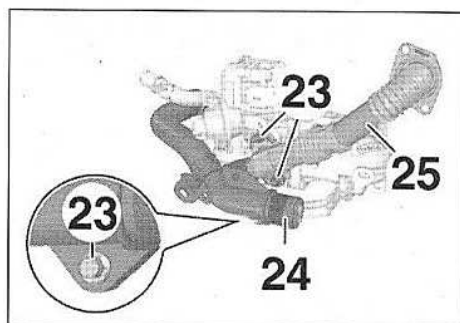

FIG.121
- Déposer à l'établi (Fig.121) :
- les vis (23),
- le raccord d'échangeur du module de recyclage des gaz d'échappement (24),
- le tube de recyclage des gaz d'échappement (25).